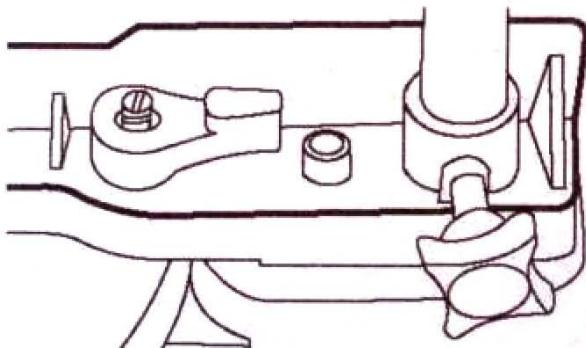

Рис. 4
1. Горизонтальный угол резки может быть установлен между  $45^\circ$  влево и вправо. Ослабьте зажим (23) (рис. 4).